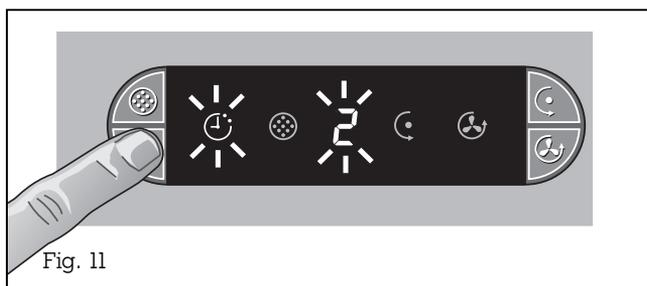

Fig. 11
- Le symbole ☾ (arrêt différé) et l'allure 2 s'allument (fig. 11)